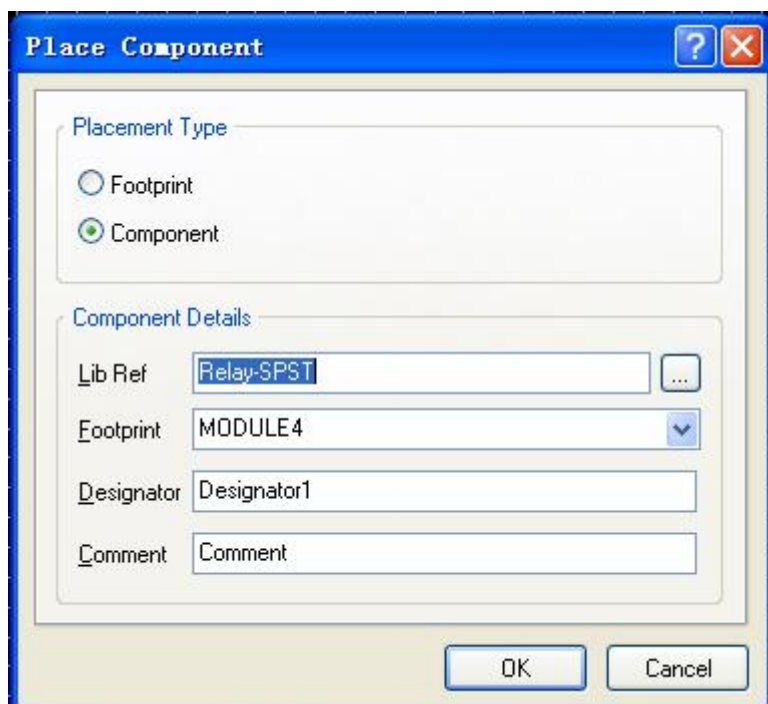

图 5 — 39 组件放置设置对话框
- 在组件搜索结果对话框中选中某个组件，单击 Select 按钮，即可在 PCB 设计图上进行组件的放置。进行组件放置时，系统将弹出如图 5 — 39 所示的 Place Component （组件放置）对话框，显示放置的组件信息。